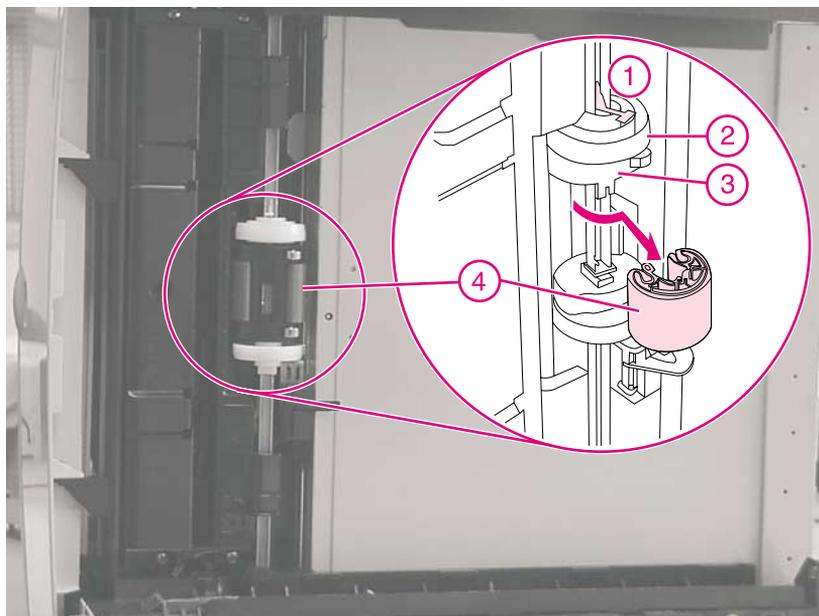

Figure 9
- 3 Appuyez sur la languette de verrouillage (figure 9, détail 1) de la came latérale blanche (détail 2). Eloignez-la, ainsi que le chariot noir (détail 3), du rouleau (détail 4).